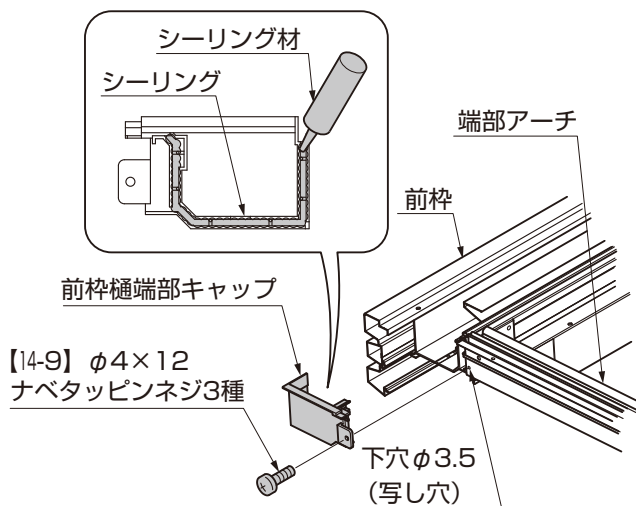

図8-1 前枠樋端部キャップの取付け
(図8-1参照)
- ②端部アーチにφ3.5の写し穴をあけて、前枠樋端部キャップを【14-9】で取付けてください。(図8-1参照)